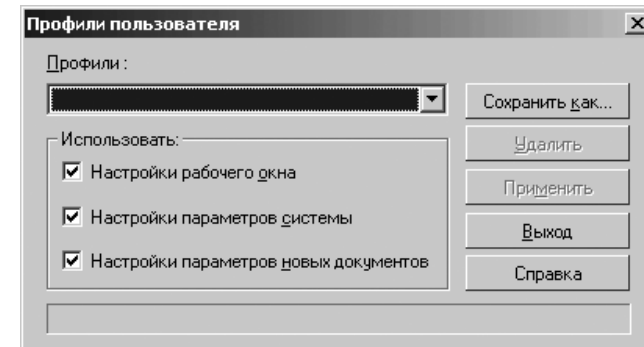

Рис. 4.192. Всплывающее меню пункта **Библиотека стилей** пункта **Сервис** главного меню
- **Профили** вызывает диалоговое окно **Профили пользователя** (рис. 4.192);